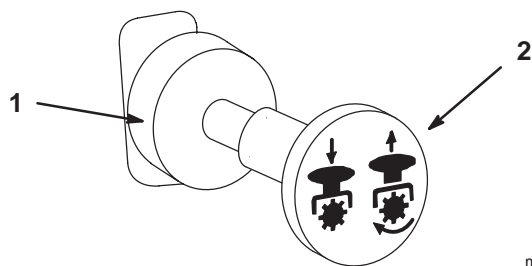

Figure 16
3. Tirez sur la commande de prise de force (PDF) pour l'embrayer (Fig. 16).
1. Repoussez la commande de PDF en position *désengagée* pour la débrayer (Fig. 16).